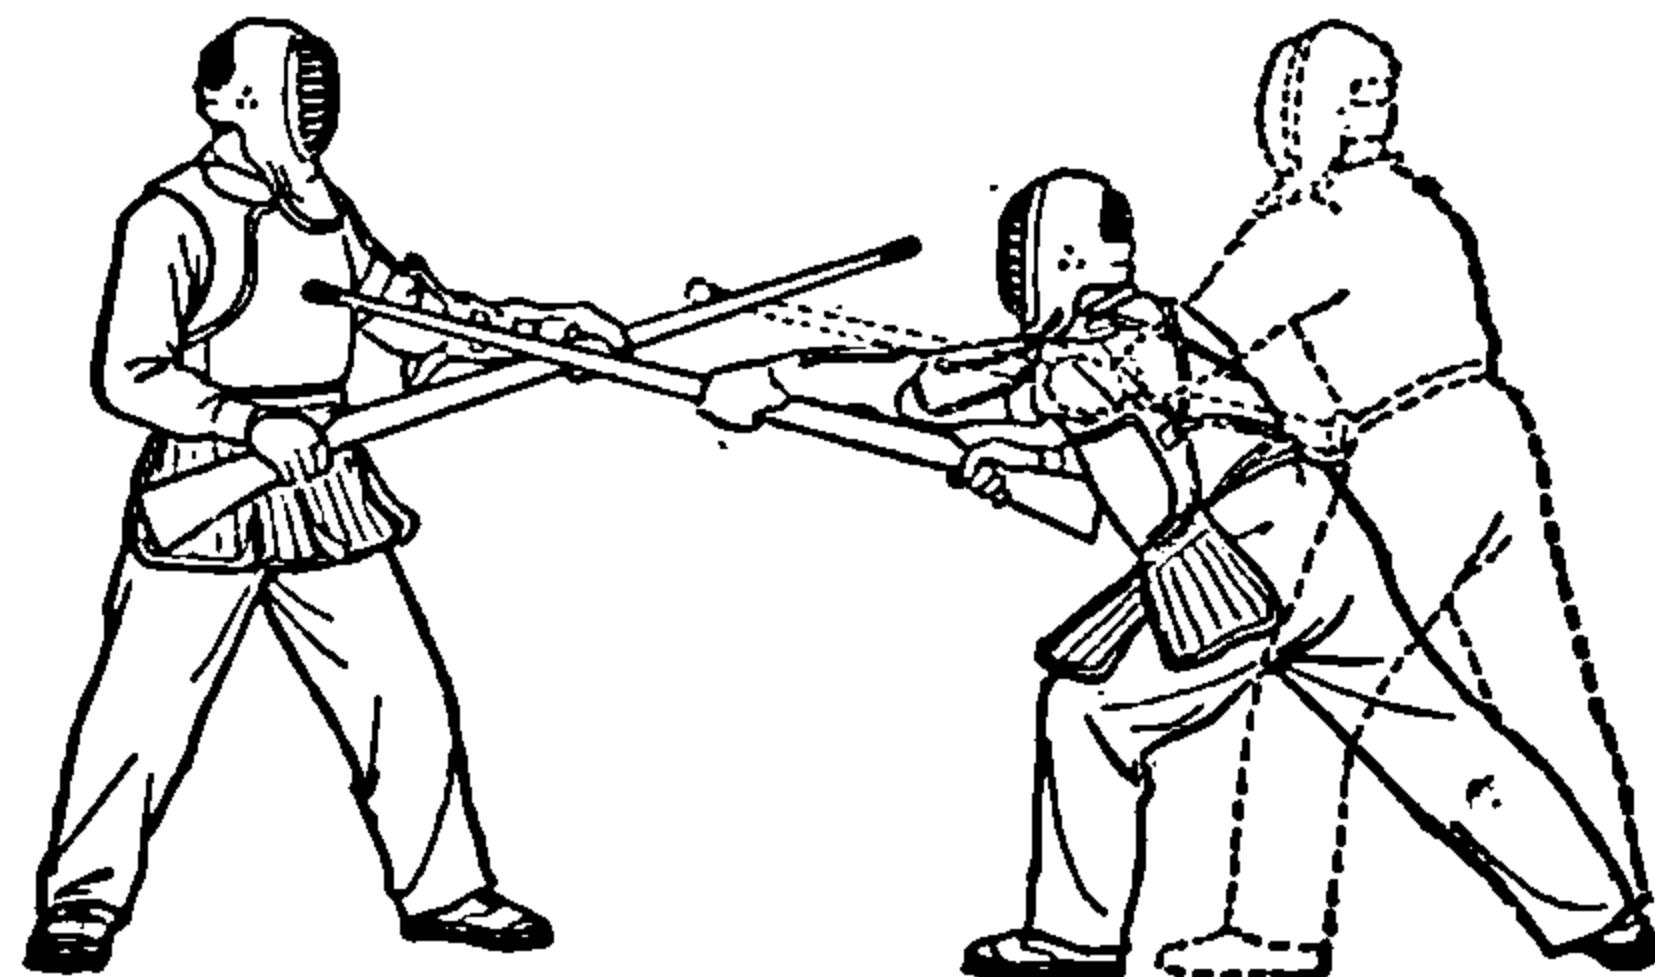

图18 骗左刺右动作
**骗左刺右** 进攻者将“枪刺”向前稍下滑至对方枪的左方，虚刺其左（距对方左手前约10厘米），趁对方防左时，立即转枪取捷径刺右（图18）。